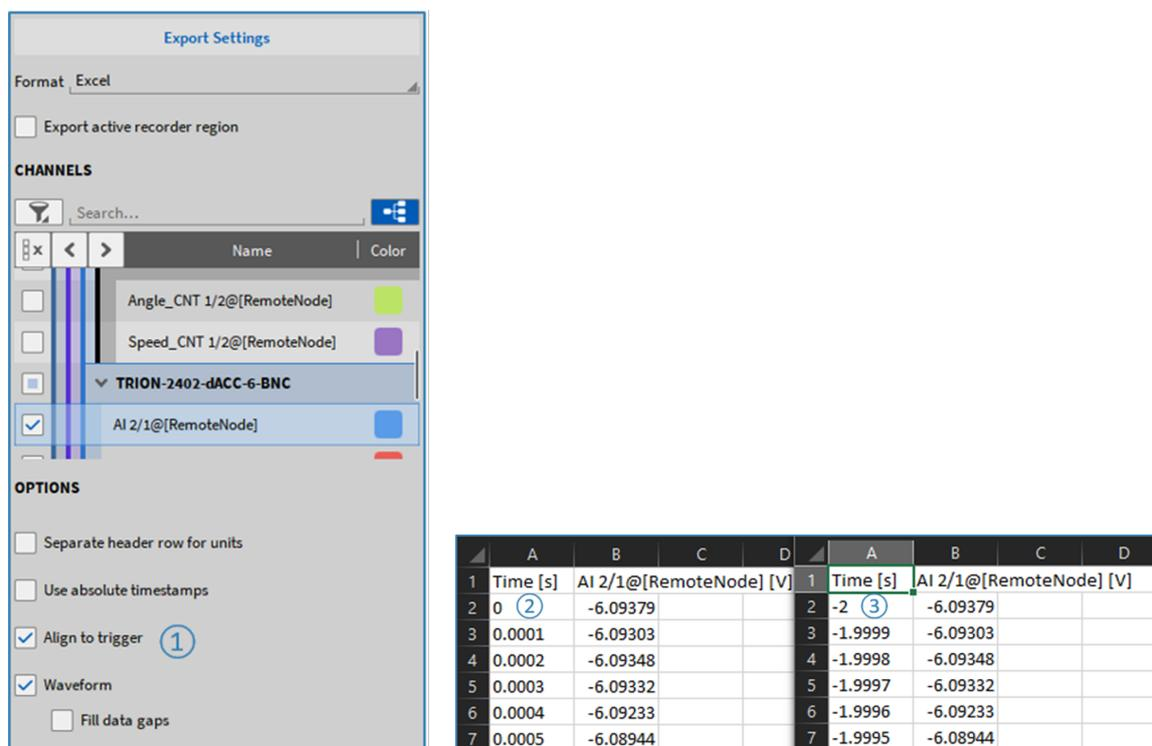

Abb. 11.5: Zeitstempel in exportierter Datei auf Null ausrichten
Zeitstempel in einer exportierten Datendatei mit einem Triggerevent können am Trigger ausgerichtet werden (siehe ① in Abb. 11.5). Wenn *An Trigger ausrichten* nicht ausgewählt ist, wird der 0s-Zeitstempel beim Start der Aufzeichnung und nicht beim Trigger gesetzt (siehe ② in Abb. 11.5). Wenn *An Trigger ausrichten* ausgewählt ist, wird der Zeitstempel beim Trigger auf Null gesetzt. Die Zeit vor dem Triggerereignis (z.B. die Pre-Time) ist dann negativ (siehe ③ in Abb. 11.5). Wenn mehr als ein Triggerevent in einer Aufzeichnung enthalten ist, wird das erste Triggerevent auf null gesetzt, sofern die Option *An Trigger ausrichten* ausgewählt ist. Diese Option ist für *.txt, *.csv und *.xlsx-Export möglich.